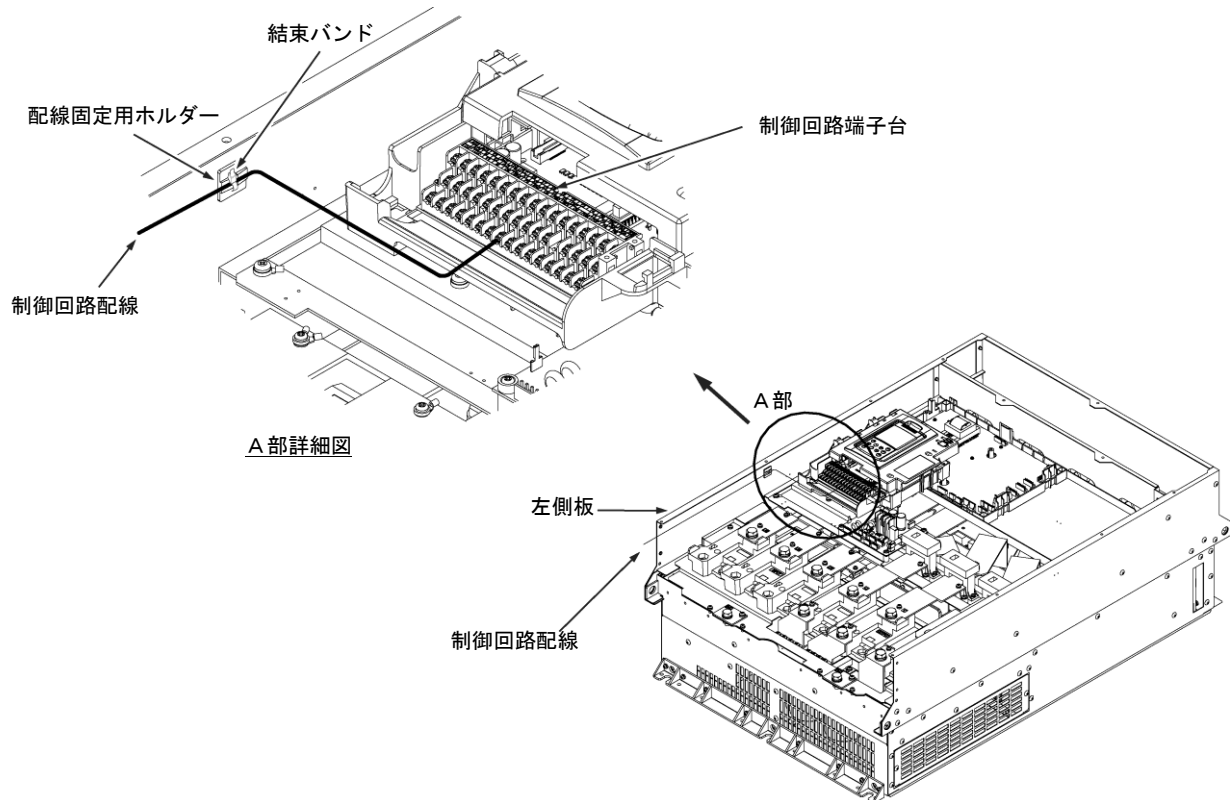

図2.2-12 制御回路配線ルートと固定位置
- ① 図 2.2-12に示すように、インバータの左側板に沿って引き出してください。
- ② 配線は、結束バンド（インシュロックなど）で、配線固定用ホルダーに固定してください。